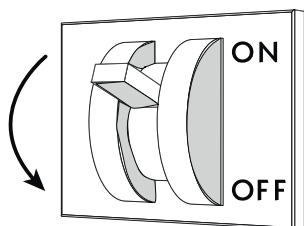

Fig. 21
- Retirar a tensão elétrica ao balcão através do interruptor seccionador geral colocado na parede ("Fig. 21").